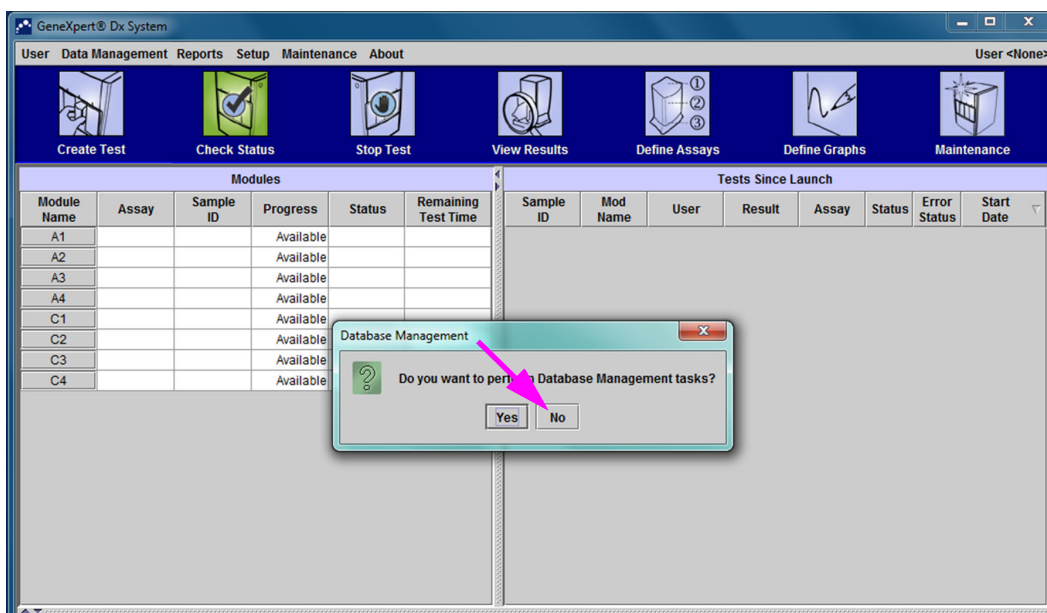

Figura 2-64. Fereastra sistemului GeneXpert Dx cu caseta de dialog Gestionare bază de date suprapusă
1. În caseta de dialog Alocare instrument (Assign Instrument), faceți clic pe **OK** pentru a confirma alocarea literelor instrumentului. Când se închide caseta de dialog Alocare instrument (Assign Instrument), apare caseta de dialog Gestionare bază de date (Database Management) (consultați Figura 2-64).